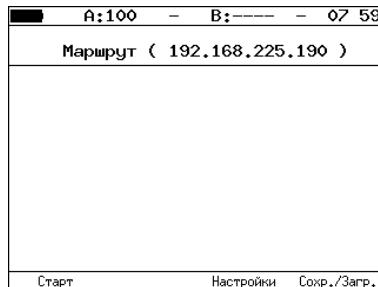

Рис. 7.71. Меню «Маршрут»
- Перейти в меню «Маршрут» (см. рис. 7.71).